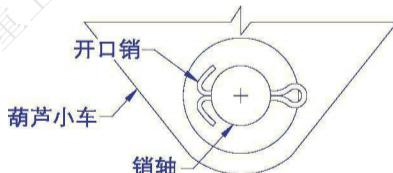

图6F. 安装开口销
6.17 折弯开口销(图 6F)
如图所示折弯开口销（图 6F）。如果开口销发生裂纹或疲劳现象，必须将其更换。